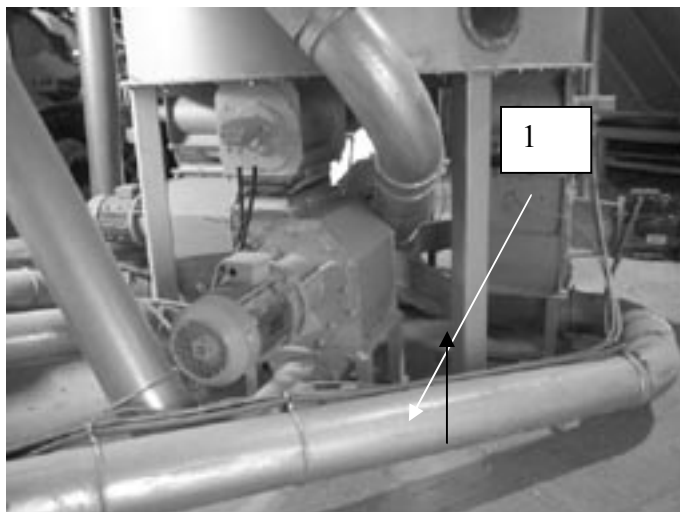

Рисунок 2
2.1.3 Дробилки установлены непосредственно под буферной ёмкостью (дистрибьютором) рис.2 (1). Между буферной ёмкостью и дробилкой находится клетка, которая дозирует сырьё в дробилку. Из дробилок до бункера сырьё подаётся пневматически с помощью металлических труб рис.2 (1)